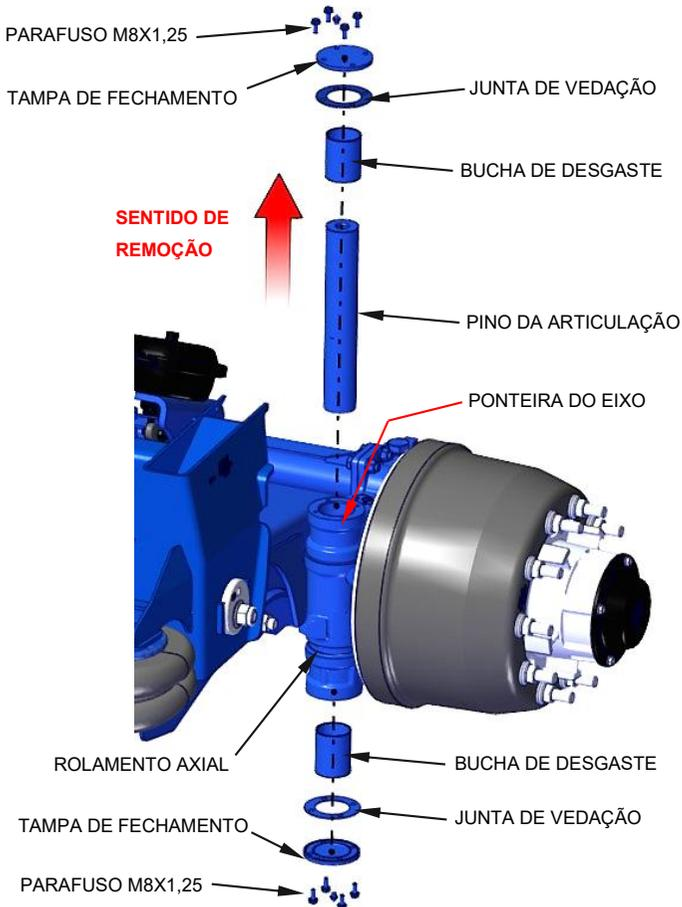

Figura 85 – Desmontagem do pino de articulação
- Posicionar as juntas e montar as tampas com torque sequencial, conforme indicado na Figura 85.